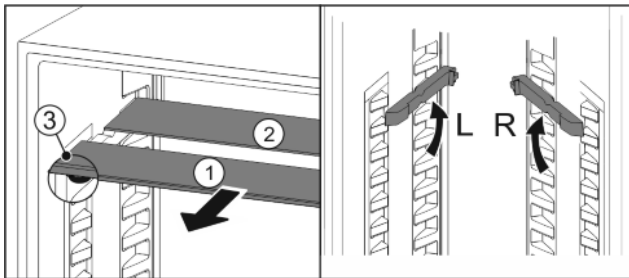

Fig. 23
- ▶ Glasplatten einzeln nach vorne herausziehen Fig. 23 (1).
- ▷ Glasplatte Fig. 23 (1) mit Zierleiste liegt vorne.
- ▷ Stopps Fig. 23 (3) zeigen nach unten.